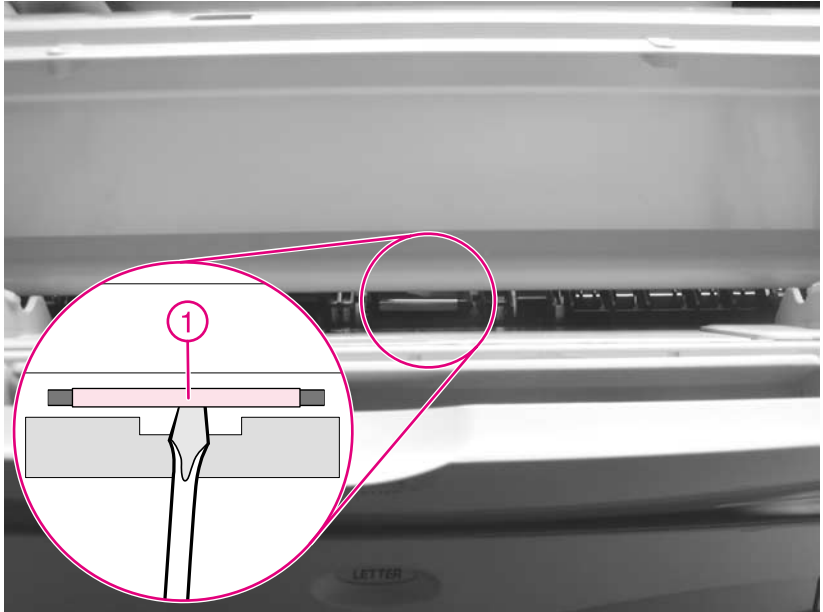
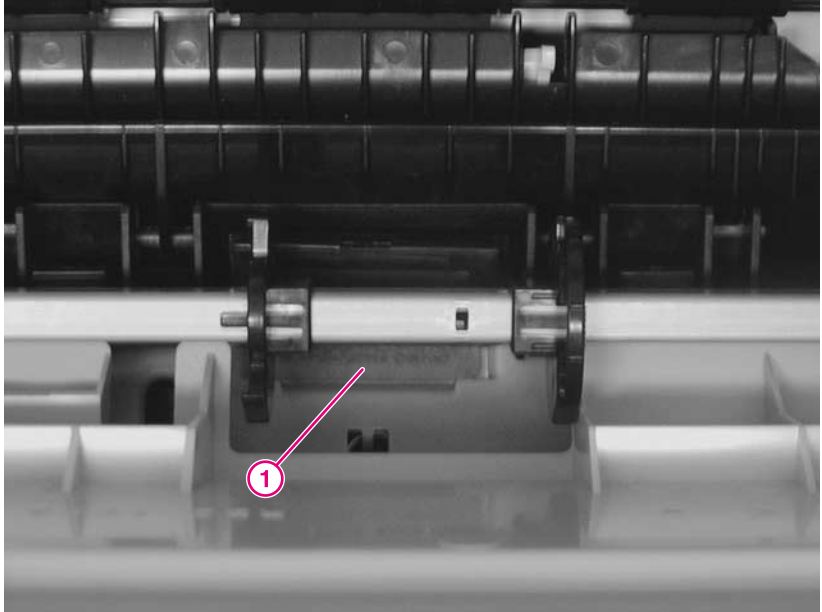

Abbildung 7 Demontieren des Trennstegs für Fach 1 (Vorderansicht des Druckers)
Abbildung 8 Entfernen des Trennstegs für Fach 1 (Innenansicht des Druckers, Draufsicht)
- 2 Suchen Sie den Trennsteg für Fach 1 (siehe Abbildung 7, Nummer 1, und Abbildung 8, Nummer 1).
- 3 Hebeln Sie mit Hilfe eines Flachschlitzschraubendrehers mit der einen Hand den Trennsteg für Fach 1 (Abbildung 7, Nummer 1) von der Halterung ab.
- 4 Entfernen Sie mit der anderen Hand den Trennsteg (Abbildung 8, Nummer 1) aus dem Drucker.